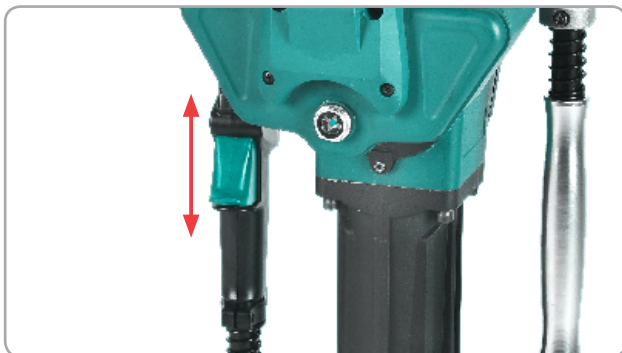

Fig.6
- Pentru pornirea mașinii, apăsați întrerupătorul în poziția de pornire Fig 6.
- Pentru oprirea mașinii, eliberați clapeta de accelerație și lăsați mașina să meargă la ralanti timp de 3 până la 5 minute apoi apăsați întrerupătorul în poziția de oprire Fig 6.
- Puneți comutatorul motorului în poziția OPRIT (Fig 6).